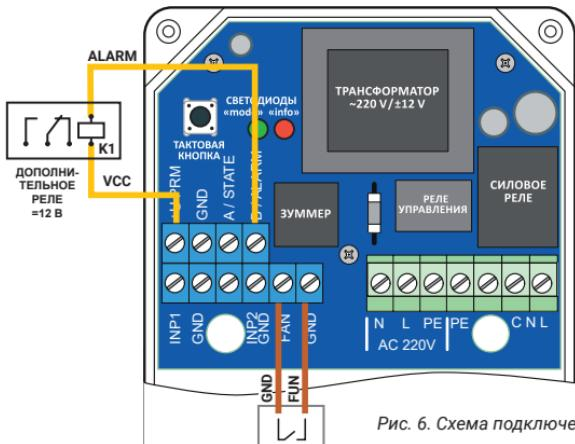

Рис. 6. Схема подключения внешнего проводного выключателя и дополнительного реле
5.5 Клеммы для подключения дистанционного выключателя закрытия/открытия водоснабжения: FUN, GND (рис. 6). При замыкании между собой клемм FUN и GND подключенные к блоку управления шаровые электроприводы закроются, при размыкании – откроются.
5.7 Для управления внешними устройствами к блоку управления возможно подключение **дополнительного реле GIDROLOCK**. Схема подключения приведена на рис.6.